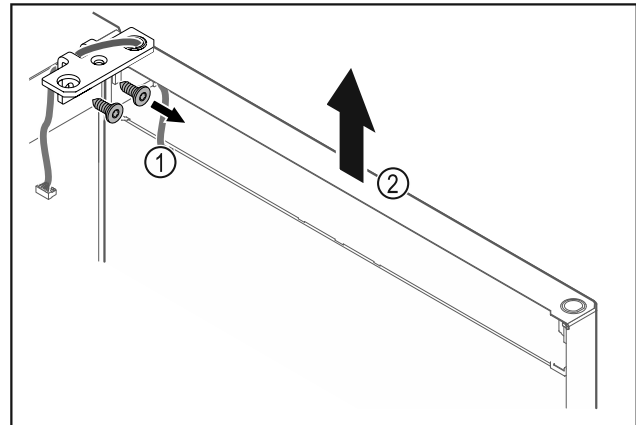

Fig. 28
- ▶ Scharnierhoek Fig. 28 (1) losschroeven.
- ▶ Deur inclusief scharnierhoek Fig. 28 (2) circa 200 mm recht omhoogtillen en verwijderen.